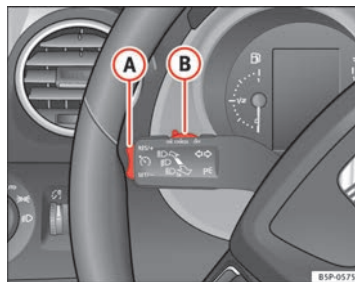

Abb. 155 Blinker- und Fernlichthebel: Schalter und Wippe für die Geschwindigkeitsregelanlage
- Drücken Sie den oberen Teil der Wippe **RES/+** ⇒ Abb. 155 **A**, um die Geschwindigkeit zu erhöhen. Solange Sie die Wippe gedrückt halten, beschleunigt das Fahrzeug. Sobald Sie die Wippe loslassen, wird die neue Geschwindigkeit gespeichert.
Wenn Sie die gespeicherte Geschwindigkeit durch Treten des Bremspedals verringern, wird die Geschwindigkeitsregelanlage deaktiviert. Sie können durch einmaliges Drücken des oberen Teils der Wippe **RES/+** ⇒ Abb. 155 **A** die Regelung wieder aufnehmen.